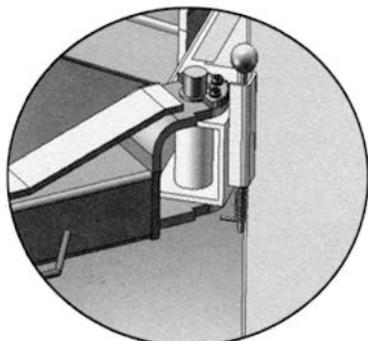

Fig. 24
1. Instale los brazos de elevación (Fig. 24)